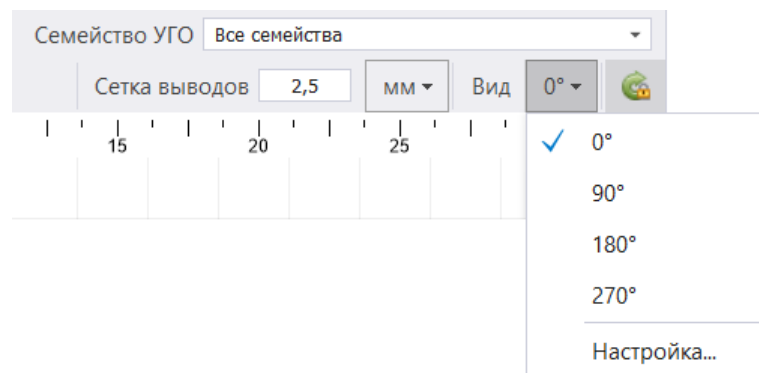

Рис. 156 Настройка типов отображения УГО
5. Раскрыть выпадающий список «Вид» и выбрать тип отображения представления УГО, Рис. 156.